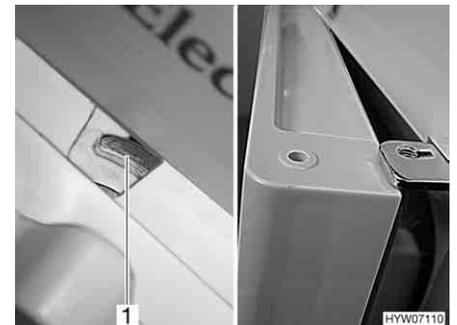

Fig. 192 Porta del frigorifero/del vano congelatore in posizione di ricircolo d'aria (serie Dometic 7 con vano congelatore separato)
- Spostare il dispositivo di bloccaggio completamente verso destra. La porta del frigorifero/porta del vano congelatore è bloccata con l'ausilio dell'arresto della porta (Fig. 192,1). In questo modo la porta del frigorifero/porta del vano congelatore rimane ferma in posizione socchiusa (Fig. 192).